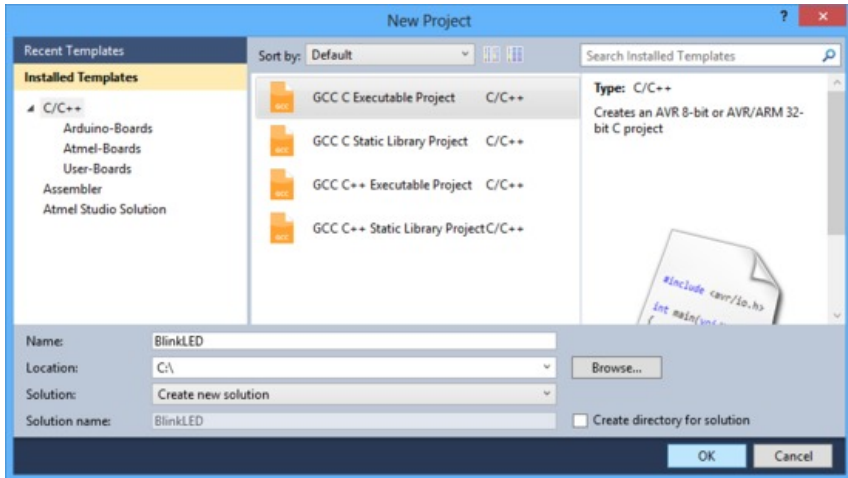

Рисунок 4.1 – Діалогове вікно New Project в Atmel Studio 6
1. Відкрийте Atmel Studio 6.2 та виберіть **New Project**. У діалоговому вікні New Project, виберіть **GCC C Executable Project** як шаблон (рис.4.1). Введіть ім'я проекту і вкажіть місце де він буде зберігатися. Назвемо наш проект "BlinkLED". Зніміть прапорець **Create directory for solution** для спрощення структури каталогів проекту. Клікніть **ОК**.